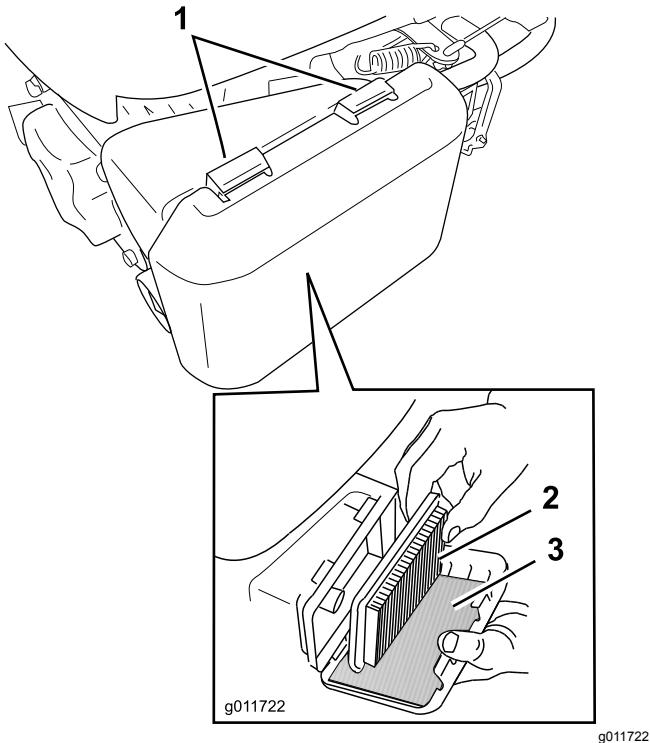

Figura 24
- Presione hacia abajo los cierres de la parte superior de la tapa del filtro de aire (Figura 24).
- Retire el filtro de aire de papel y el pre-filtro de gomaespuma (Figura 24).